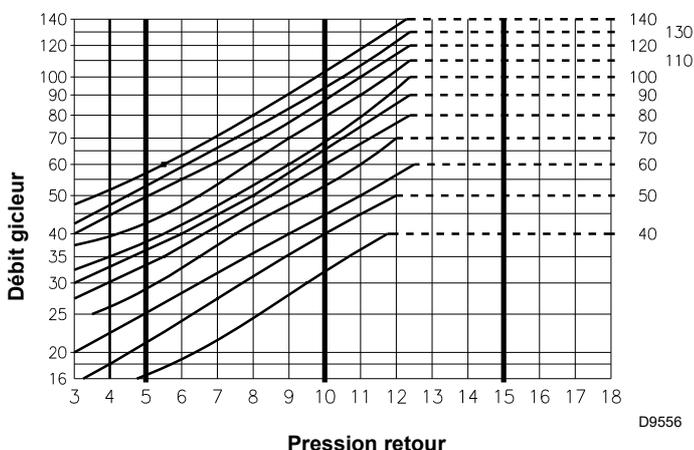
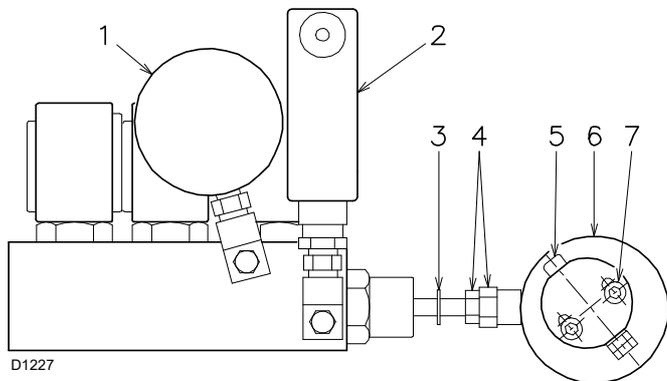

Fig. 26
Fig. 27
Le diagramme (Fig. 26) indique cette relation pour les gicleurs Bergonzo type A3 avec pression de refoulement pompe de 20 bars.
La valeur de la pression sur le retour du gicleur est indiquée par le manomètre 1)(Fig. 27).
On obtient les corrections de pression sur le retour en variant l'excentrique 6)(Fig. 27) et l'écrou avec contre-écrou 4)(Fig. 27).
- Ne jamais porter le piston du variateur en butée : la bague d'arrêt 3)(Fig. 27) détermine la course maximale.
- Une fois le réglage effectué vérifier manuellement, après avoir débloqué le servomoteur (voir page 27), qu'entre 0° et 130° il n'y ait aucun talonnage et que les pressions minimum et maximum correspondent à celles choisies selon le diagramme (Fig. 26 à la page 25).
Le débit du gicleur est fourni par le diagramme (Fig. 26 page 25) au niveau de la pression sur le retour du gicleur, lue sur le manomètre 1)(Fig. 27).